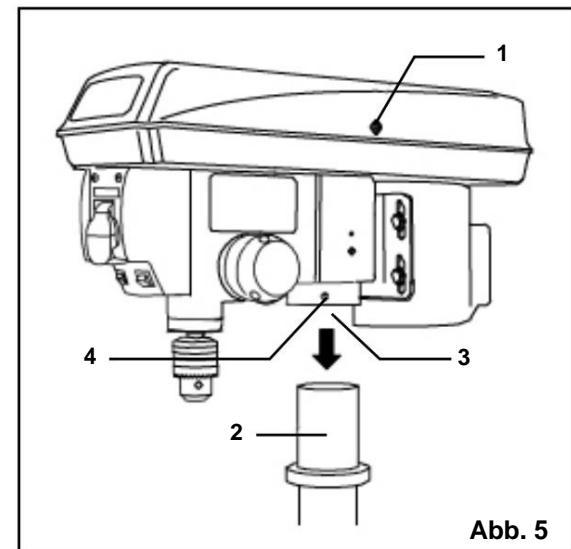

Abb. 5
BOHRMASCHINENKOPF AN SÄULE (ABB. 5)
1. Heben Sie die Bohrmaschinenkopfeinheit vorsichtig an (Abb. 5 - 1) und positionieren Sie sie über der Säule (Abb. 5 - 2).
2. Platzieren Sie die Montageöffnung (Abb. 5 - 3) am Bohrmaschinenkopf über der Oberseite der Säule. Stellen Sie sicher, dass der Bohrmaschinenkopf richtig auf der Säule sitzt.
4. Ziehen Sie die Stellschraube (Abb. 5 - 4) mit dem beiliegenden Inbusschlüssel fest.